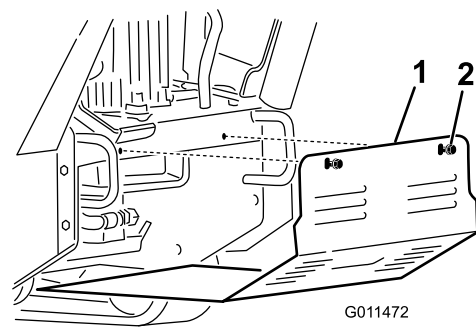

Figure 22
5. Pour monter le panneau de protection avant d'utiliser la machine, glissez-le dans la machine, en appui sur les 4 pattes, et fixez-le en place avec les 2 boulons retirés précédemment (Figure 22).
3. Desserrez l'un après l'autre les 2 boulons qui fixent le panneau de protection inférieur jusqu'à ce qu'il se détache (Figure 22).